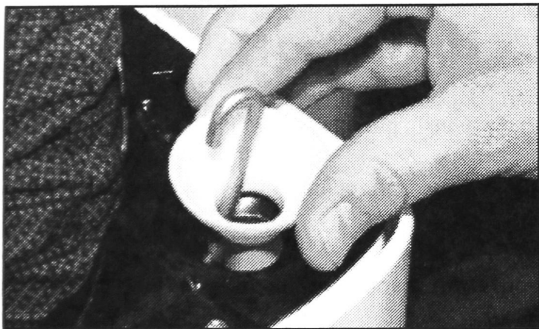

FIGURE 1
4. Installer les quatre bagues fournies avec l'ensemble aux quatre coins du cadre supérieur. S'assurer que chaque bague est correctement engagée et bien installée. (Voir *Figure 1*)